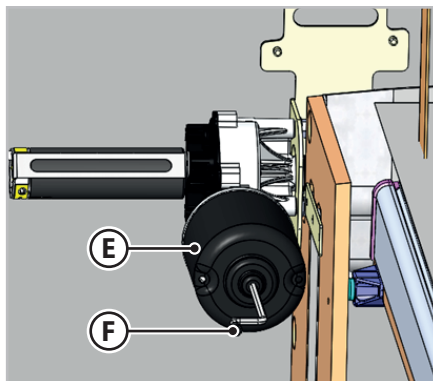

Fig. 6.21 - Sbloccaggio letto elettrico tipo B
2. Sulla parte inferiore del motore (**E** - Fig.6.21), inserire la chiave a brugola (**F** - Fig.6.21) all'interno dell'apposita sede per la movimentazione manuale.